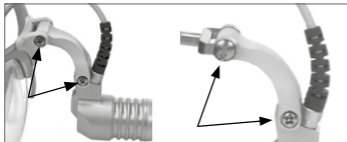

Fig. 13 Serraggio delle viti
- Per far sì che LED MicroLight resti nella posizione prescelta in modo continuo, può essere necessario stringere le viti con un giravite (vedere Fig. 13).